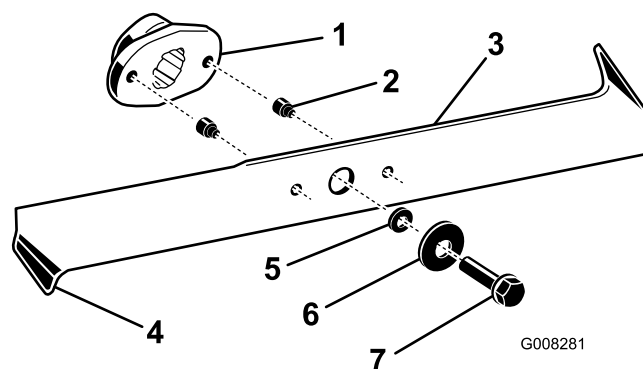

Figura 37
2. Inspeccione los filos de corte (Figura 37). Si los bordes no están afilados o tienen mellas, retire las cuchillas y afílelas; consulte Cómo afilar las cuchillas.
3. Inspeccione las cuchillas, especialmente los extremos inclinados (Figura 37). Si observa cualquier daño
4. Si los pasadores de seguridad están rotos, sustitúyalos inmediatamente (Figura 37).
3. Retire los pernos, las arandelas y las cuchillas (Figura 37). Inserte un bloque de madera entre cada cuchilla y el cortacésped para bloquear la cuchilla mientras se retira cada perno.
1. Instale las cuchillas, las arandelas y los pernos (Figura 37).